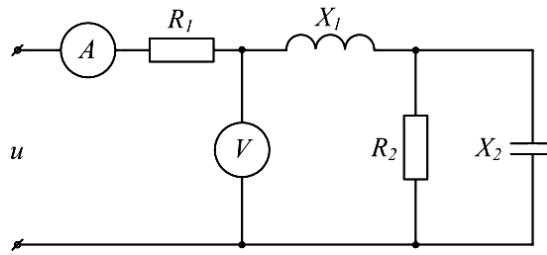

Рис. 3
3. Определить показания приборов и построить векторные диаграммы токов и напряжений (рис. 3). Параметры схемы: $R_1 = 10 \text{ Ом}$, $X_1 = 30 \text{ Ом}$, $R_2 = X_2 = 20 \text{ Ом}$, $u = 200\sqrt{2} \sin(\omega t + \pi/2) \text{ В}$.